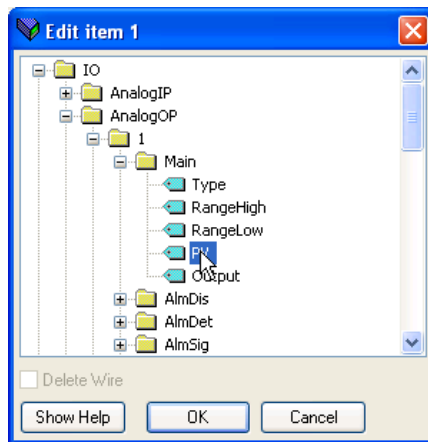

Figure 7.8.1b Fenêtre de navigation
4. Une fenêtre de navigation s'affiche (figure 7.8.1b) pour la ligne sélectionnée (1 dans la figure), qui vous permet de sélectionner un paramètre.